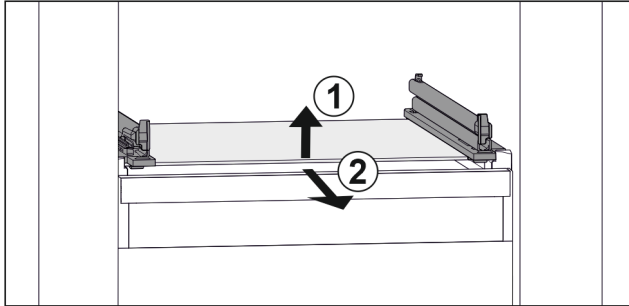

Fig. 87 Representación de la placa de vidrio a modo de ejemplo
- ▶ Levante la placa de vidrio por delante. Fig. 87 (1)
- ▶ Retire la placa de vidrio hacia delante. Fig. 87 (2)